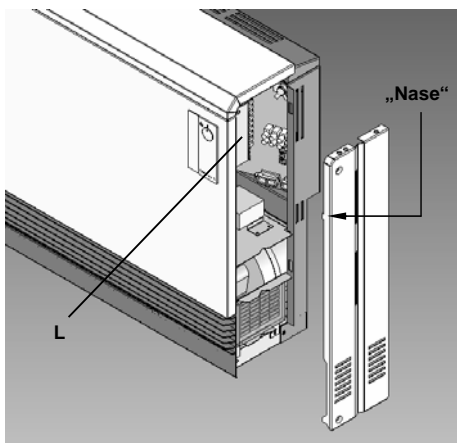

Fig.18 Seitenwand-„Nase“ in Reglerhalteblech
**Achtung:** Beim Anschrauben der rechten Seitenwand darauf achten, dass die „Nase“ im oberen Teil der Seitenwand in das Reglerhalteblech (L) greift (Fig.18).